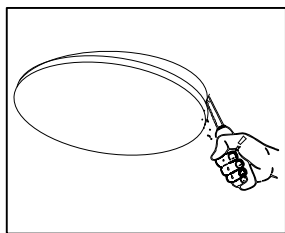

fig. 1
2. Pratiquez une ouverture dans le plafond (utilisez une scie à main, une scie cloche, etc.) à l'aide du gabarit fourni (fig. 1). ATTENTION : Ne pratiquez pas un trou plus grand que l'ouverture de la plaque.